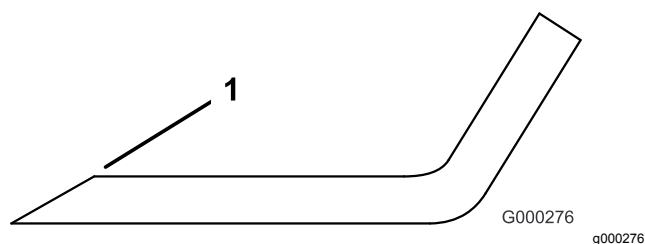

Figura 75
1. Afiar a extremidade de corte em ambas as extremidades da lâmina (Figura 75).